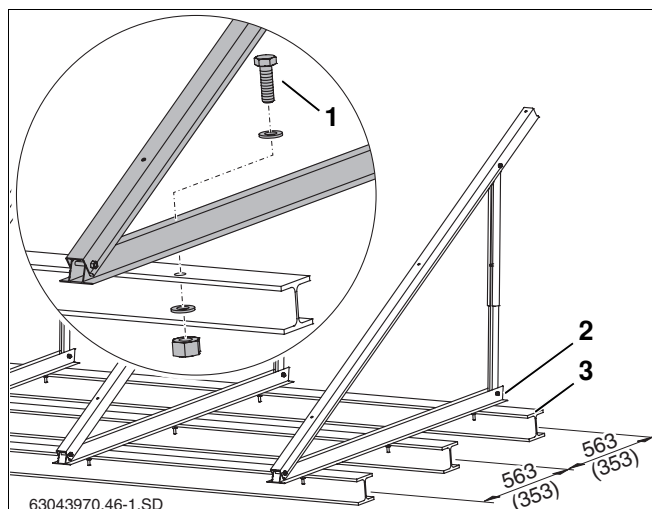

Fig. 26 Châssis sur profilé en I, dimensions en mm (valeur entre parenthèses = version horizontale)
Vous pouvez fixer le châssis avec des ancrages. L'exemple suivant concerne la fixation sur profilés en I fig. 26, **Pos. 3**).
- ▶ Reporter la distance entre les perforations du profil inférieur fig. 26, **Pos. 2**) au profil en I et effectuer les perforations correspondantes.
- ▶ Insérer les vis (voir Tabl. 8 et Fig. 26, **Pos. 1**) dans les profils et profils en I et visser avec écrous et rondelles plates.